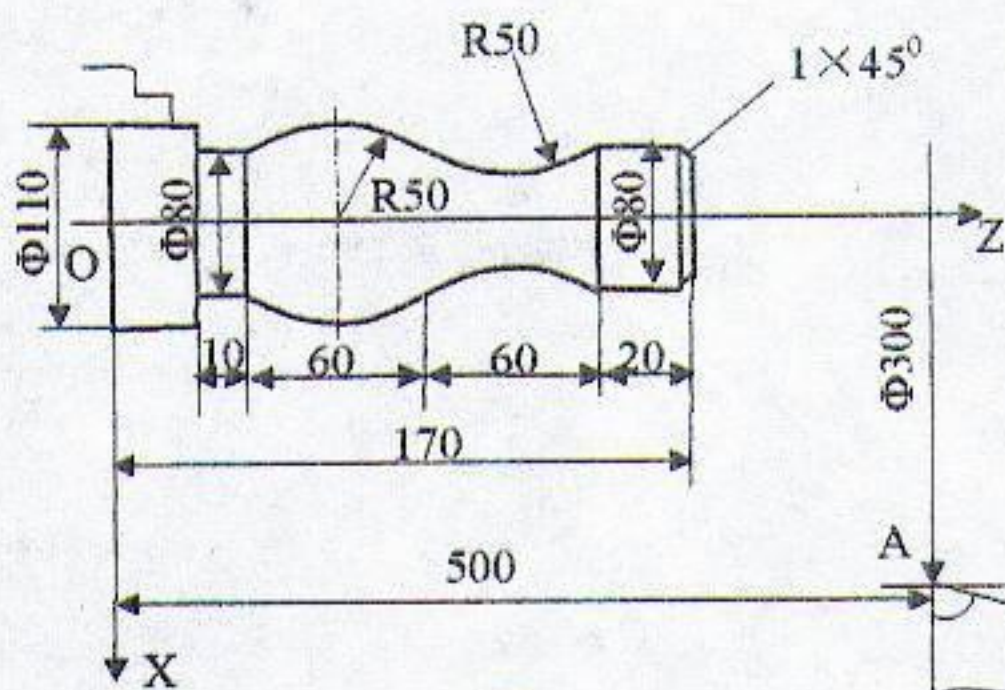

图 2
2. 在 CK7815 型数控车床上精加工图 2 所示零件，其中 $\Phi 110\text{mm}$ 的外圆不加工，A 点为起刀点，主轴转速选择 S600，进给速度为 F50，不考虑刀补，X、U 以直径值编程，试编写车削加工程序。